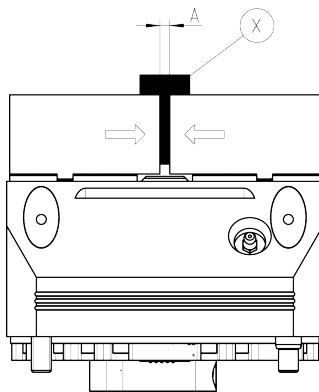

Abb. 2: Kraftspannblock mit Werkstück "Gespannt" - Teachposition 2, Außenspannung
- Mit Hilfe eines geeigneten Messmittels (z.B. Messschieber) Maß A zwischen den Backen in Einheiten von (mm) ermitteln (siehe Abb. 2) und diesen als neuen Wert des azyklischen Parameters „Teachposition 2 - Backe (gemessene Backenöffnungsweite)“ auf Index 103 schreiben.